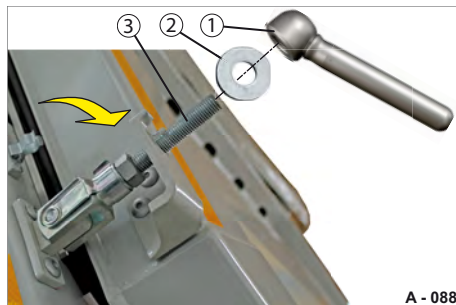

Abb. 31 Zusatz-Verriegelung anbringen
- ▶ Schwenken Sie den Gewindebolzen (Abb. 31/3) in den Haltewinkel.
- ▶ Stecken Sie die Scheibe (Abb. 31/2) auf den Gewindebolzen.
- ▶ Schrauben Sie den Hebel (Abb. 31/1) auf.